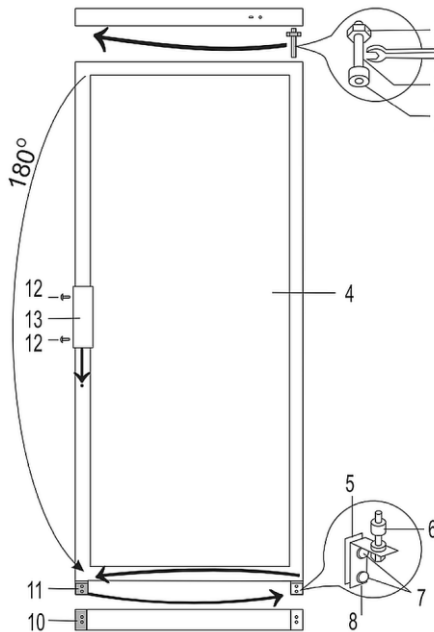

Рис. 9
1. Отвинтить два винта (7, рис.9) и снять нижний кронштейн петли (8) вместе с комплектом шайб (6) на оси и промежуточным элементом (5).
2. Вывинтить винты (7) и снять опору петли (11).
3. Снять дверь (4).
- Отвинтить втулку подшипника (2) вместе с гайкой (1) и шайбами (3) от верхнего кронштейна петли.
- Сначала повернуть дверь (4) на 180 °, затем вставить верхнюю втулку подшипника (2) в дверь (4) и повесить дверь (4).
- Вывинтить крепежные винты (12) из двери и вытащить дверную ручку (13).
- Дверную ручку (13) собрать с противоположной стороны.
- Пластина (10) остается на своем месте.
- Сначала вставить втулку подшипника (2) в дверь, затем нижний кронштейн петли (8) собрать с набором шайб и прокладок на противоположной стороне холодильного шкафа.